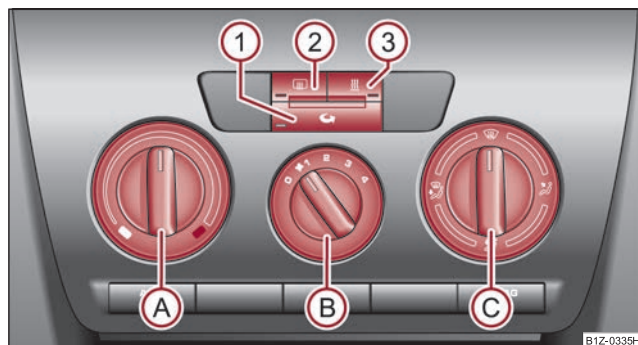

Fig. 138 Calefacción: Elementos de mando
- Gire el regulador giratorio (A) ⇒ fig. 138 hacia la derecha para aumentar la temperatura.
- Gire el regulador giratorio (A) hacia la izquierda para bajar la temperatura.
- Pulsar la tecla  - se encenderá el testigo de control en la tecla ⇒ página 111, fig. 138.
Si el regulador distribuidor de aire  se encuentra en la posición  ⇒ página 111, fig. 138, el servicio de aire circulante se desconectará automáticamente. Pulsando repetidamente la tecla , usted puede conectar de nuevo el servicio de aire circulante también en esta posición.